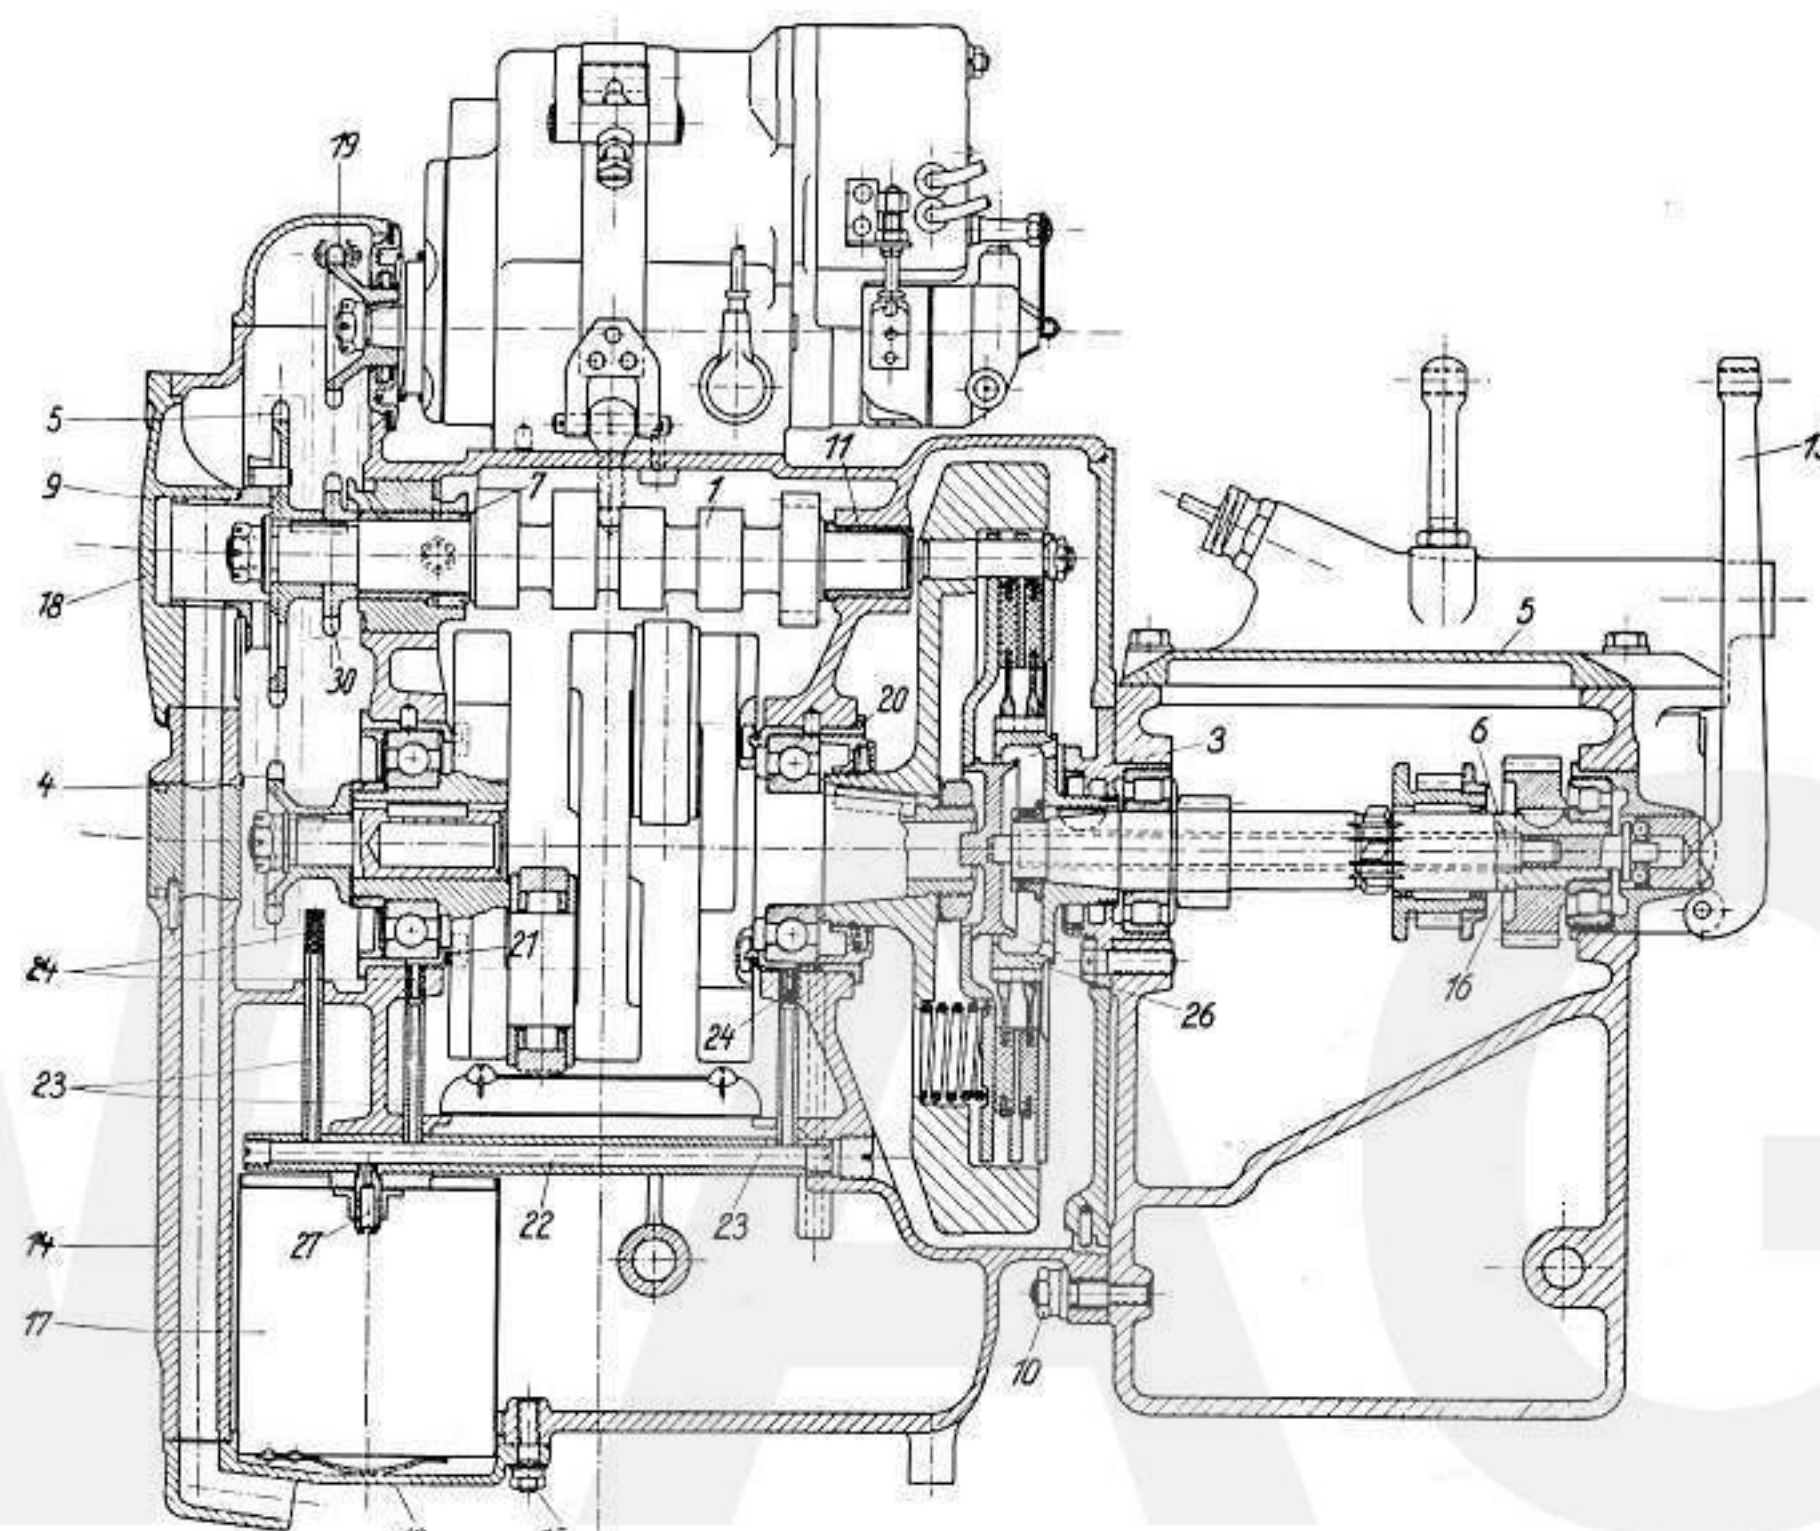
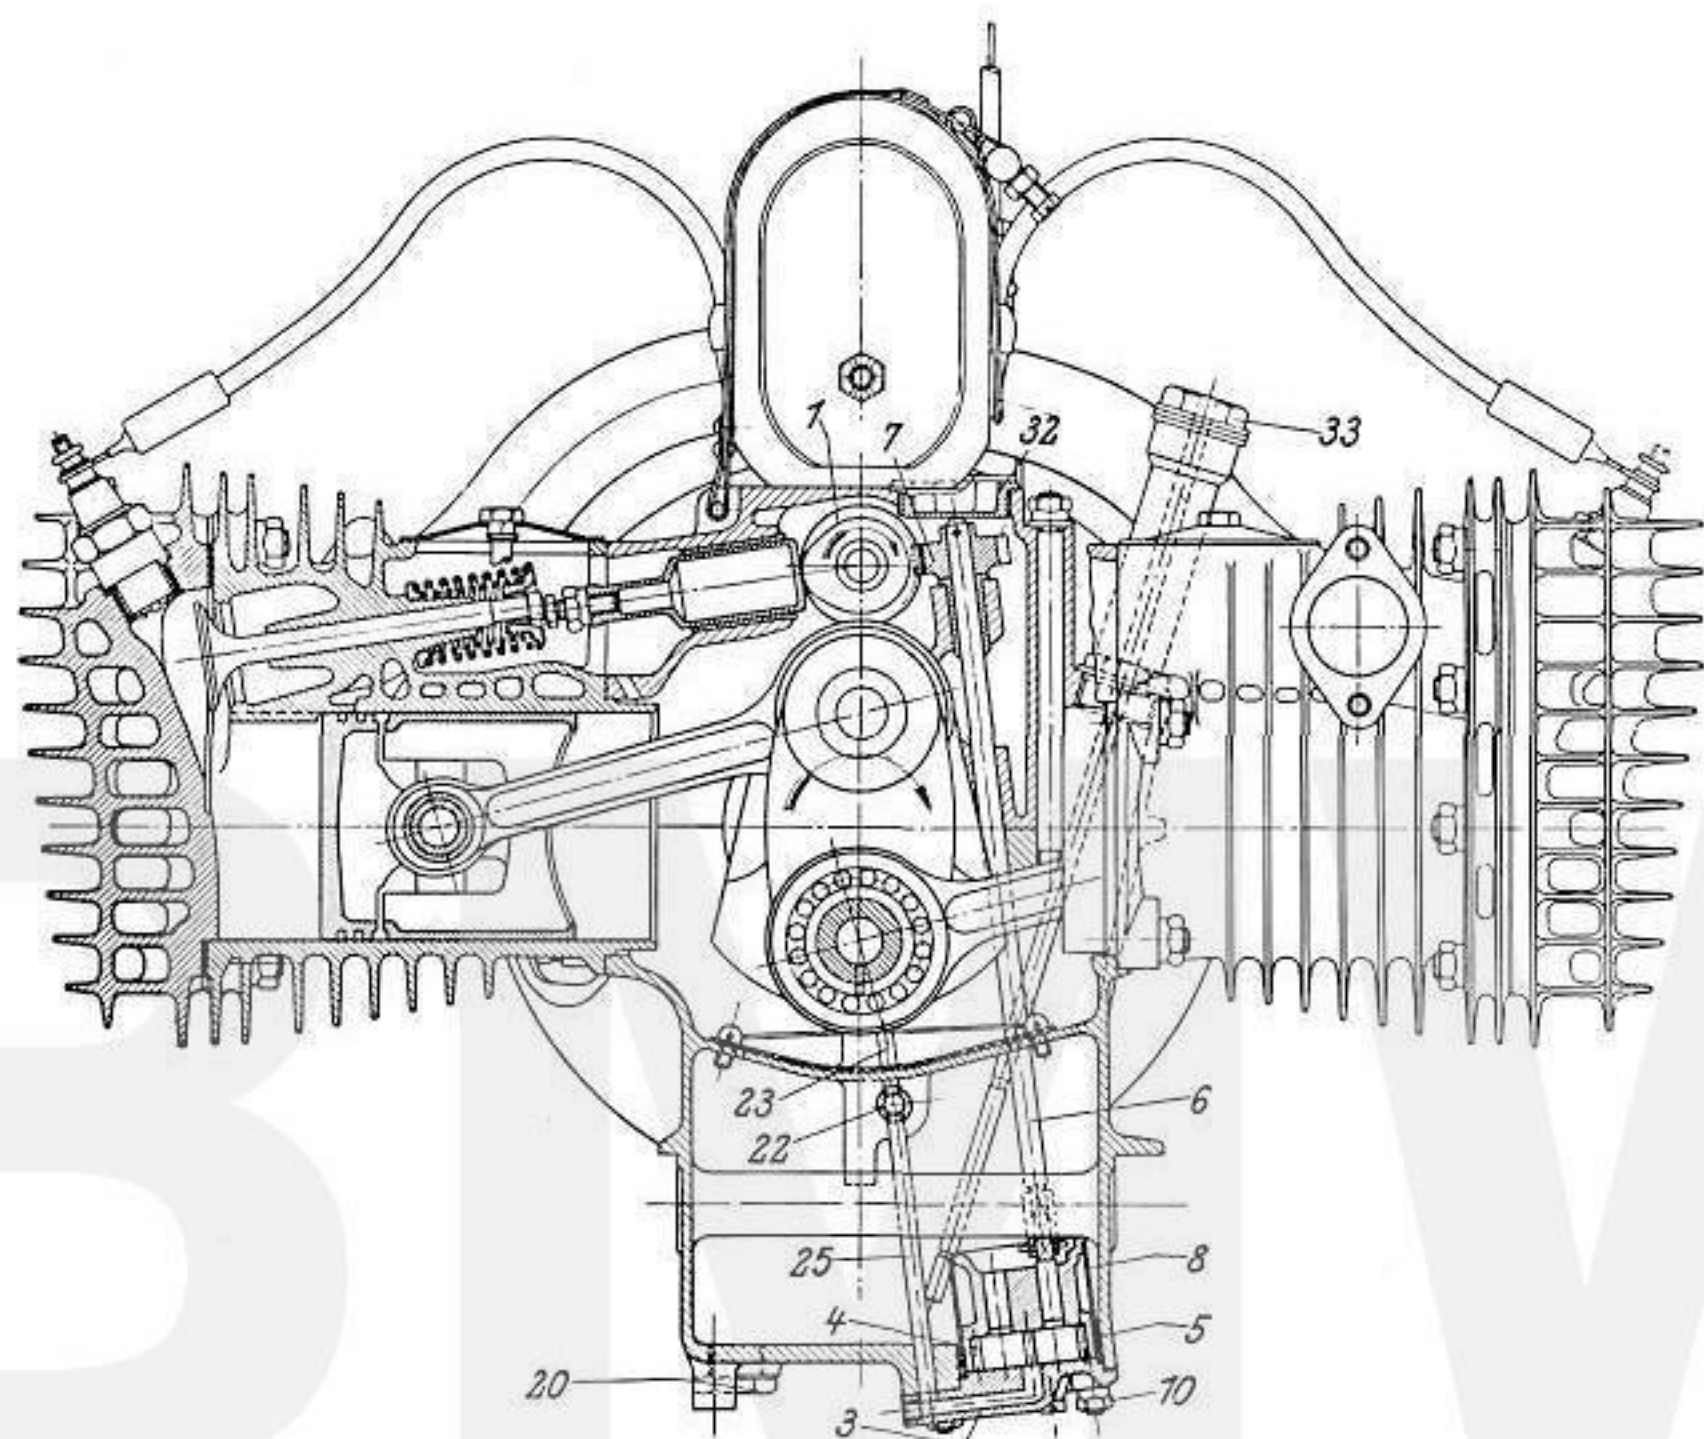

Abb. 10 Längsschnitt durch den Motor und Getriebe
Abb. 12 Tourenmotor mit teilweisem Querschnitt durch die Zylindermitte
Vor Abnahme des Motorgehäuse-Oberteiles muß das Getriebe durch Lösen der drei Befestigungsmuttern 10 unten in der Mitte und oben zu jeder Seite und Herausziehen der zwei Kopfschrauben 19 entfernt werden (Abb. 10 und 13).
Wichtig! Vor Auseinandernehmen der Motorgehäusehälften zuerst Verschlussschraube 32 entfernen, dann Antriebswelle 6 mit Schneckenrad 7 mittels Flachzange herausziehen (Abb. 12).
5. Steuerung: Die oberhalb der Kurbelwelle in Gleitlagern gelagerte Nockenwelle 1 (Abb. 10) wird von der Kurbelwelle mittels geräuschloser Rollenkette angetrieben und treibt ihrerseits gleichfalls über Kettenräder und Kette den Lichtbatteriezünder an, der mittels Spannbandes auf einer eigens hierfür vorgesehenen Fußplatte, einem Teil des Kurbelgehäuse-Oberteiles, befestigt ist.
6. Entlüftung: Die Entlüftung des Kurbelgehäuses erfolgt durch einen mit dem auf der Steuerwelle 1 aufgekeilten Kettenrad 5 durch Paßstifte verbundenen Drehschieber 9, der in dem Antriebsgehäusedeckel 18 gelagert ist (Abb. 10). Die beim Einwärtsgehen der Kolben im Motorgehäuse verdichtete Luft gelangt durch diesen und den Deckel 18 in die eingegossene Leitung 14 des Gehäuses und von dort durch die gleichfalls eingegossene und nach rückwärts führende Leitung des Dek-
9. Schmierung und Ölkontrolle: Die Schmierung erfolgt unter hohem Druck vollkommen selbsttätig wie bei neuzeitlichen Kraftwagenmotoren, so daß ausreichende Ölversorgung auch bei höchster Beanspruchung sichergestellt ist. Eine im Motorgehäuseunterteil eingebaute Zahnpumpe (Abb. 12) saugt durch einen Seher 8 das Öl durch die Tätigkeit der beiden Zahnräder 4 und 5 an, von denen das letztere mittels einer Welle 6 und Schneckenrad 7 von der Schnecke auf der Steuerwelle 1 angetrieben wird. Das Öl wird durch eine Bohrung im Deckel 3 in das Steigrohr 25 gedrückt und gelangt in das Ölverteilungsrohr 22 (Abb. 12 und 10), und von hier durch die senkrechten Ölrohre 23 (Abb. 10) und die kalibrierten Öldüsen 24 zu den Lagerbüchsen 20 und 21 (Abb. 10) zur Schmierung der Kurbelwellenrollenlager. Ein Teil des Öles gelangt in die Verteilerrinnen der Lagerbüchsen, von wo es dann durch die hohlgebohrten Kurbelwellenzapfen und -schenkel den Pleuellagern zugeführt wird. Das vordere senkrechte Ölrohr 23 sorgt für die Schmierung des Kettenrades 4 auf der Kurbelwelle, wobei durch das von der Antriebskette für die Steuerwelle mitgenommene Öl die beiden Kettenräder 5 und 30 auf der Steuerwelle, der Antrieb des Lichtbatteriezünders mit dem auf dessen Welle sitzenden Kettenrad 19, sowie das vordere Steuerwellenlager 7 reichlich geschmiert wird. Die Schmierung des rückwärtigen Nockenwellenlagers 11 wird durch das Schleuderöl der Kurbelwelle in ausreichendem Maße gewährleistet.
Ein Teil des Öles wird von der Ölpumpe durch Steigrohr 25 (Abb. 12), Ölverteilungsrohr 22 und Öldüse 27 (Abb. 10) in das Ölfilter 17 geleitet und verläßt dieses vollkommen gereinigt, um durch den Ölsumpf der Ölpumpe wieder zugeführt zu werden. Das vom Triebwerk in den Ölsumpf zurückfließende Öl wird durch ein im Gehäuseunterteil befestigtes Ölsieb gleichfalls vor Eintreten in den Ölsumpf gereinigt. Schädlicher Überdruck im Leitungssystem wird durch ein in die Pumpe eingebautes und sorgfältig eingeregelter Sicherheitsventil verhindert.
Zwecks Reinigung bzw. Prüfung der Ölpumpe muß vor deren Ausbau zunächst das Öl aus dem Motorgehäuse durch Entfernen der unter dem Gehäuse befindlichen Verschlußschraube 20 (Abb. 12) abgelassen werden. Nun löst man die vier Muttern 10 von den Stiftschrauben des Ölpumpendeckels und zieht diesen mit der Pumpe nach unten heraus. Nach dem Wiederausbau der Pumpe überzeuge man sich durch Prüfung mit etwas Öl, ob dieselbe richtig eingebaut wurde, d. h. ob beim Drehen des Antriebsrades reichlich Öl gefördert wird. Beim Einlegen von neuen Dichtungen ist es wichtig, darauf zu achten, daß zwischen
Ölpumpendeckel und Gehäuseflansch die Bohrung zu dem Steigrohr 25 (Abb. 12) nicht verdeckt wird, da sonst die Schmierung gestört ist.
Der Betätigungshebel für die Kupplung befindet sich am Ende des linken Lenkergriffes (Abb. 38) und wirkt durch einen Bowdenzug auf den am Getriebeende befindlichen Kupplungshebel 13 (Abb. 10 und 13). Das Ausrücken der Kupplung und somit die Unterbrechung der Kraftübertragung auf das Getriebe erfolgt durch Anziehen des Betätigungshebels am Lenker, wodurch der Druckteller 2 von den Kupplungsplatten 20 durch die Druckstange 8 abgehoben wird.